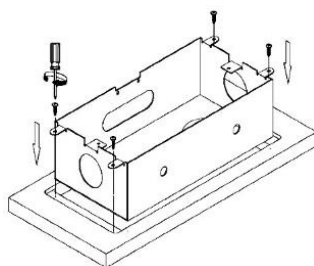

Рис. 7
- Вставьте защитный кожух в отверстие и зафиксируйте его саморезами (рис. 7).